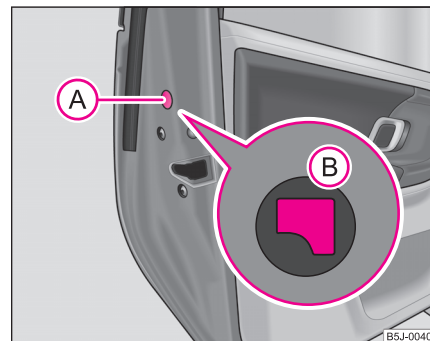

Fig. 24 Bloqueo de emergencia de la puerta
- Desmontar el paramento (A) ⇒ fig. 24.
- Insertar la llave en la abertura debajo del paramento y empujar la palanca de inmovilización (B) hacia dentro hasta el tope.